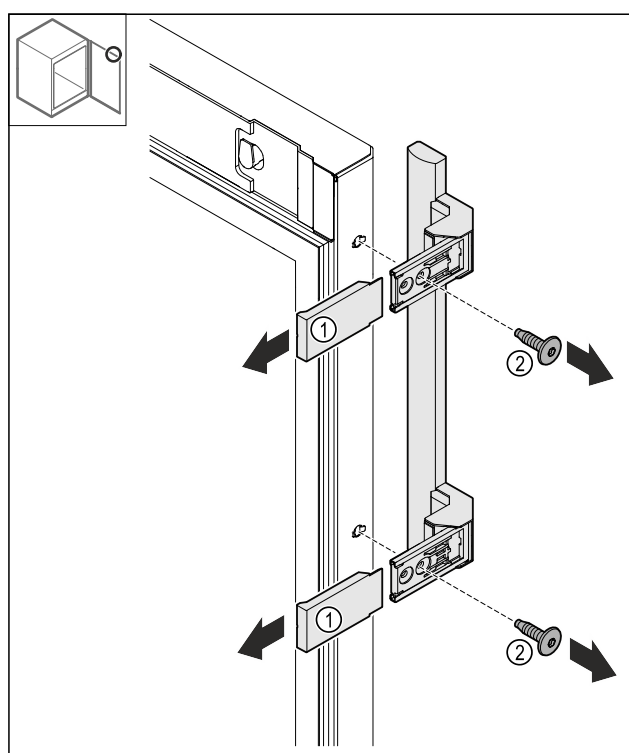

Fig. 24
- Nutraukite dengiamąsias plokštes Fig. 24 (1).
- Atlaisvinkite varžtus Fig. 24 (2).